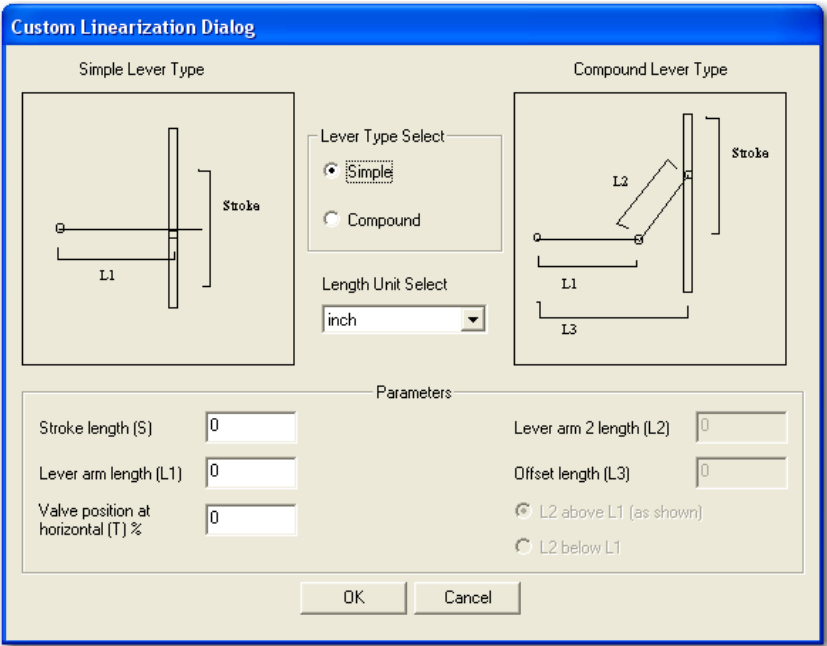

图 30 定制直线性
1. 从用户自定义特性对话框选择 Custom Linearization，出现图 30 所示对话框。